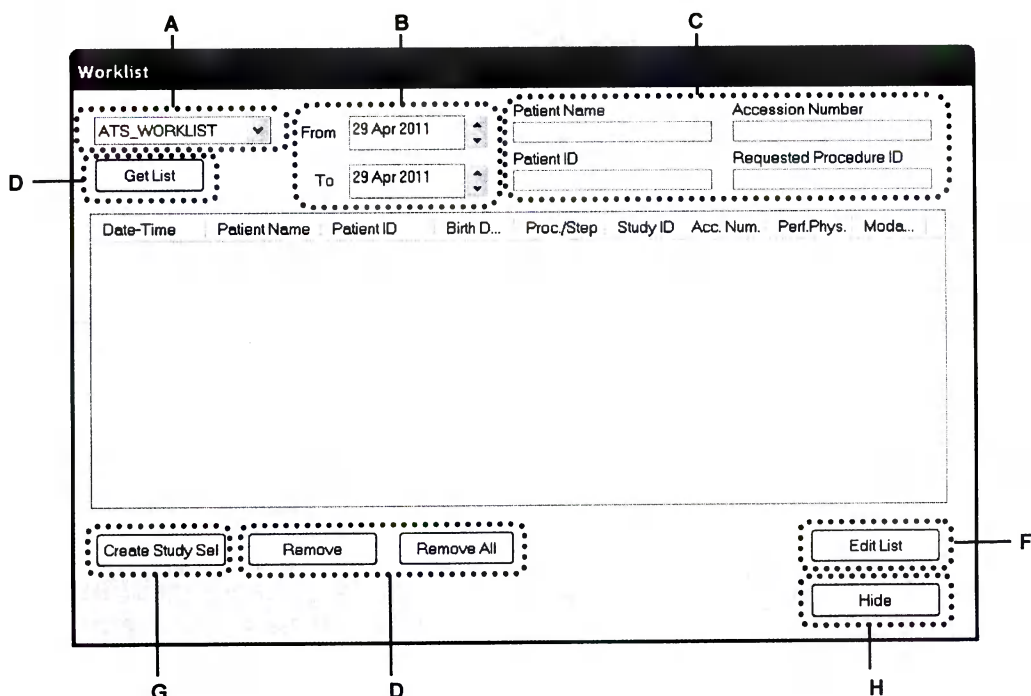

Рисунок 132
10.1.3 Для обновления списка откройте меню **Рабочий список** (см. рисунок 132) при помощи соответствующей иконки —  —, а затем выполните следующие шаги: